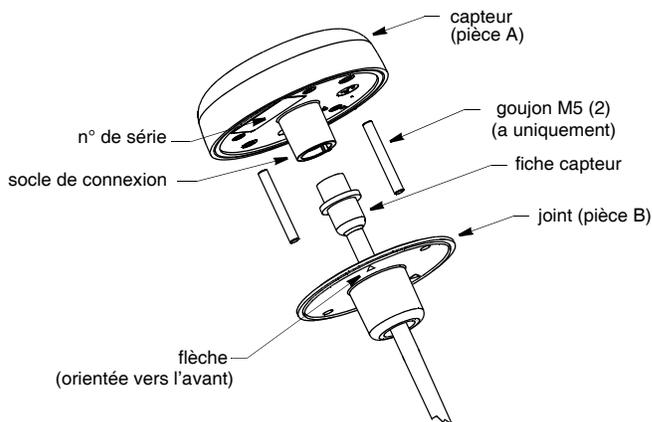

Figure 2. Préparation du capteur
1. Ôtez l'étiquette apposée sur le connecteur du capteur (pièce A) (voir Figure 2).